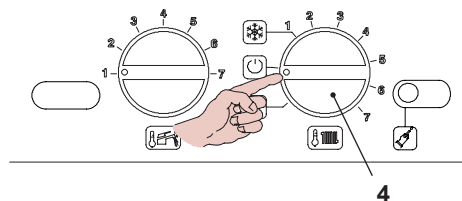

Fig. 7.15
- Per uscire dalla programmazione posizionare il selettore 4 come indicato in Fig. 7.15.